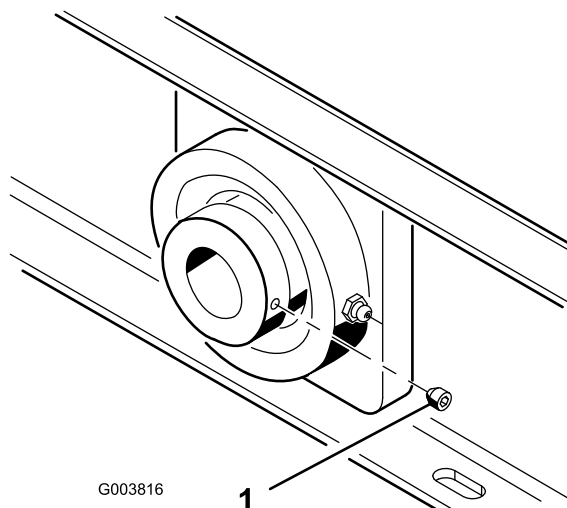

Figura 15
- Le viti a pressione dei cuscinetti dell'albero del ventilatore (Figura 15) devono essere serrate a una coppia tra 58 e 82 poll.-lb.